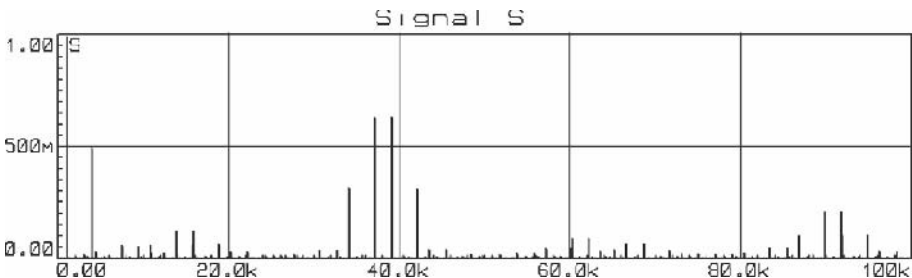

Figure 3.8
**Tentatoo** – On retrouve bien là notre signal S, mais pas encore tout à fait exploitable tel quel. Si on l'observait avec un analyseur de spectre, on verrait quelque chose comme ce qui est représenté en **figure 3.8**.